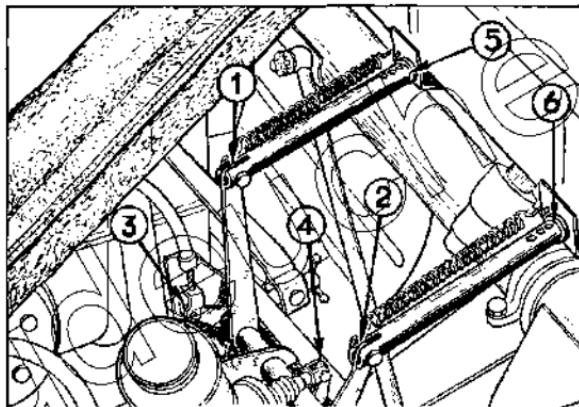

Fig. 21. — GRAISSAGE DES ARTICULATIONS (côté gauche du véhicule)
Graissez aussi les articulations (1). Un peu d'huile moteur en 1, 2, 3 et 4 et sur la partie coulissante des tiges de pédales en 5 et 6 (fig. 21).
(1) Ne graissez jamais la bague d'articulation située en bas du levier de changement de vitesses sous le capot ni les bagues de coulissement de la tige de commande.